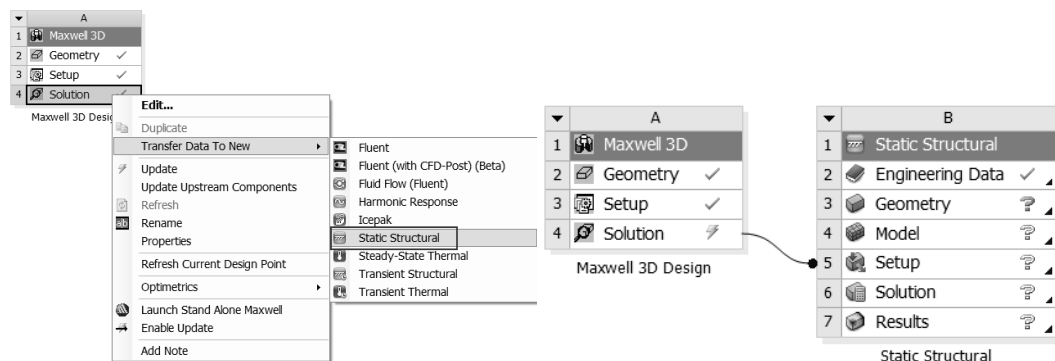

图 19-31 创建耦合的静力分析模型
Step1 :回到 Workbench 窗口中，在如图 19-31 所示的表格 A4 (Solution) 上右击，在弹出的快捷菜单中选择 Transfer Data To New Static Structural 命令，此时会在 A 表的右侧出现一个 B 表，同时 A4 与 B5 之间出现连接曲线，这说明 A4 的结果数据可以作为 B5 的外载荷使用。